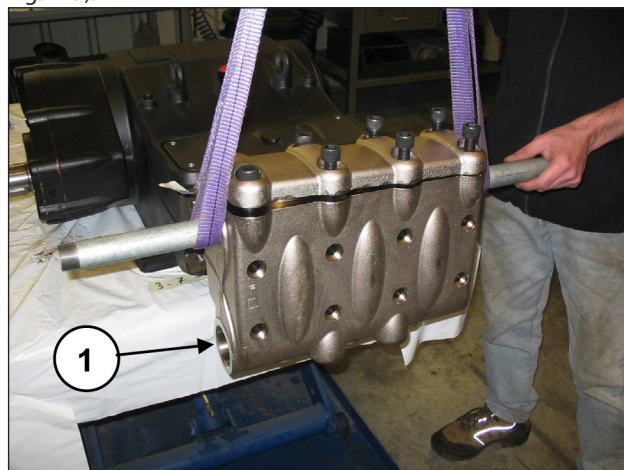
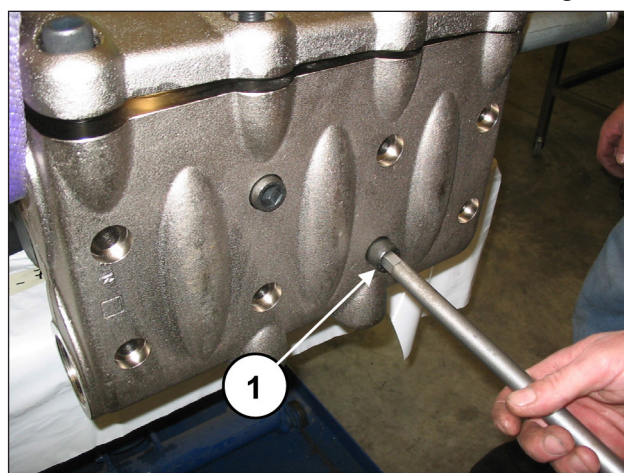

Fig. 128
Fig. 129
Montar la cabeza en el cárter de la bomba (pos. ①, Fig. 128) sin golpear los pistones y apretar los 8 tornillos M16x180 (pos. ①, Fig. 129).
Apretar en diagonal los 4 tornillos M16x180 internos (ver Fig. 128) y a continuación los 4 externos.